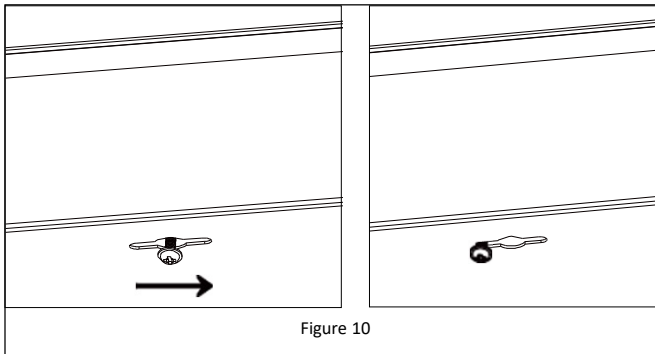

Figure 10
8. Guide the heads of the four wood screws into the keyhole slots and slide the fixture base in the direction such that the wood screw heads rest over the narrow part of the keyhole slot. Ensure that the fixture is supported and tighten the four wood screws until the fixture is secured to the mounting surface. **See Figure 10.**
8. *Guidez les têtes des quatre vis à bois dans les fentes en trou de serrure et glissez la base du luminaire de façon à ce que les têtes des vis à bois soient dans la partie étroite des fentes en trou de serrure. Assurez-vous que le luminaire est soutenu et serrez les quatre vis à bois jusqu'à ce que le luminaire soit fixé à la surface de montage. **Reportez-vous à la Figure 10.***